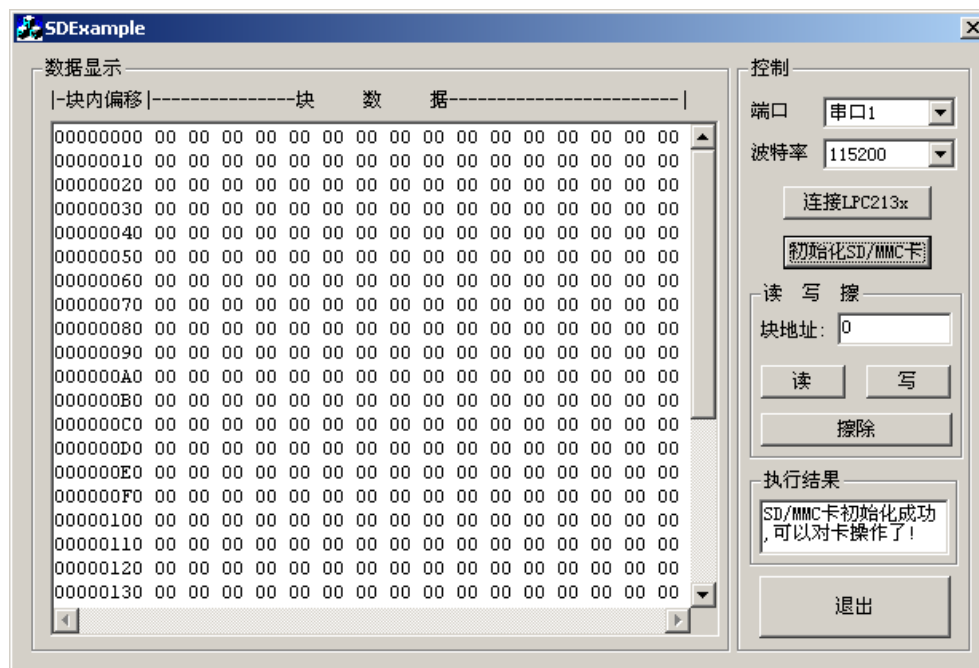

图 1.15 连接 LPC2103 并初始化 SD/MMC 卡
18. 将产品光盘中提供的 PC 机端可执行软件 SDEExample.exe 复制到硬盘, 在 ADS1.2 的程序运行后运行该软件。软件界面如图 1.15 所示。
19. 在图 1.15 中, 选择串口号及通信波特率, 然后按“连接 LPC2103”按键, “执行结果”框中将显示该软件是否能与 LPC2103 成功通信。